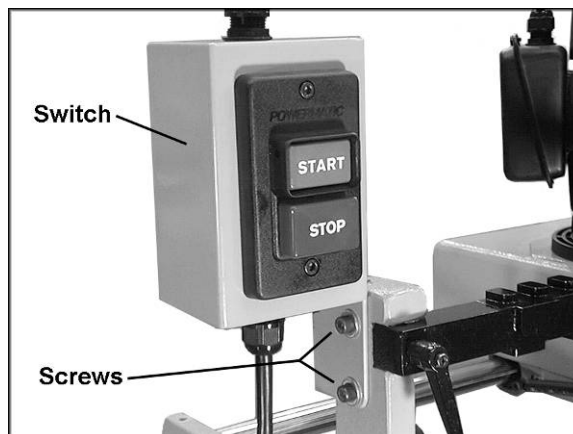

Рис. 4
2. При помощи шестигранного ключа открутите 2 винта на левой стороне рамы. См. Рис. 4.
3. Установите корпус выключателя с пластиной к отверстиям и снова установите 2 винта, как показано на Рис. 4.